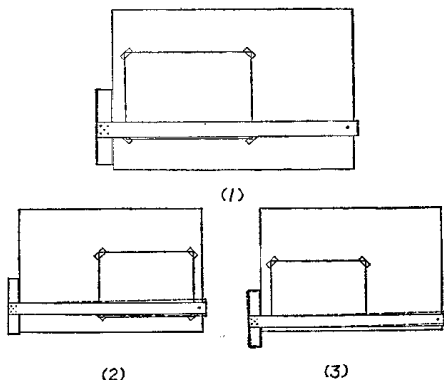

图 1-6 图纸固定的正确位置
确位置如图1-6 (1) 所示, 即要靠近丁字尺尺头。远离尺头就可能因丁字尺本身易摆动而画不准水平线; 另外图纸下边应使丁字尺能画出图上最下边的水平线, 并使有可能保持丁字尺尺头大部分紧靠图板工作边, 否则就会使丁字尺尺身摆动, 见图1-6 (3)。